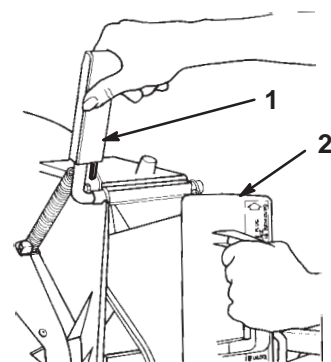

Bild 3
1. Öffnen Sie die Auswurfkanalklappe am Griff durch Vorwärtsziehen und nach hinten Ziehen (Bild 3). Halten Sie den Griff der Auswurfkanalklappe, damit sie nicht unter Federdruck zurückspringen kann, während Sie die Abdeckung einsetzen.
2. Drehen Sie, da die Abdeckung etwas breiter als die Öffnung des Auswurfkanals ist, diese beim Einführen leicht im Uhrzeigersinn (Bild 3).